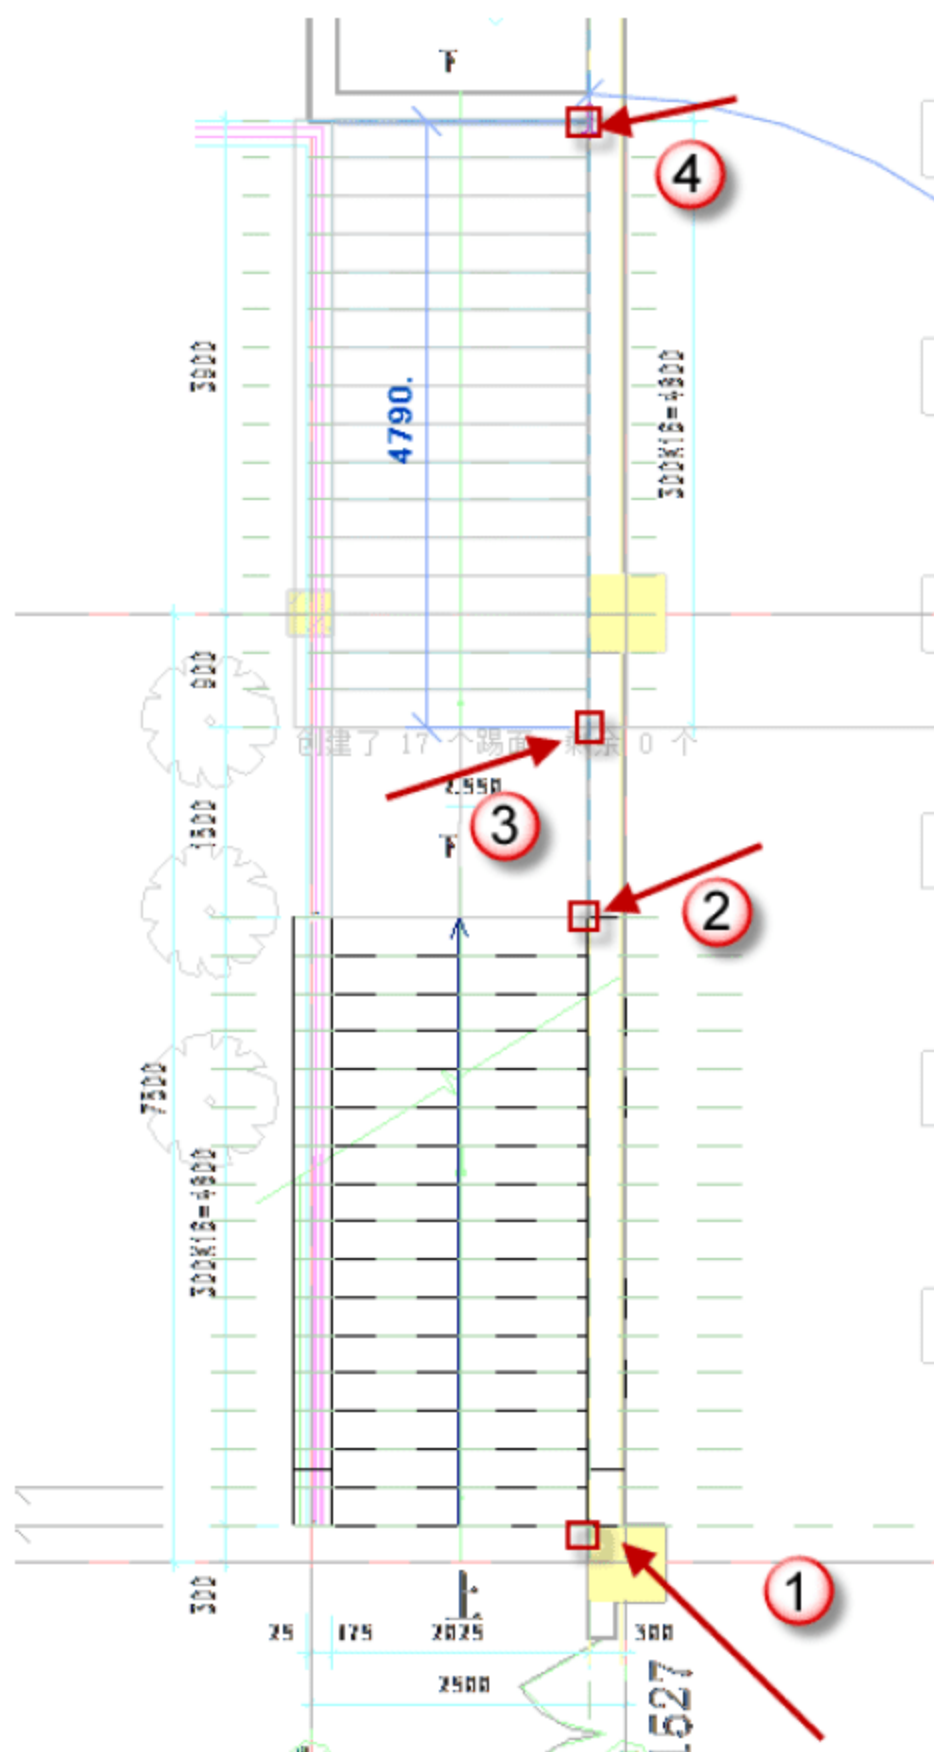
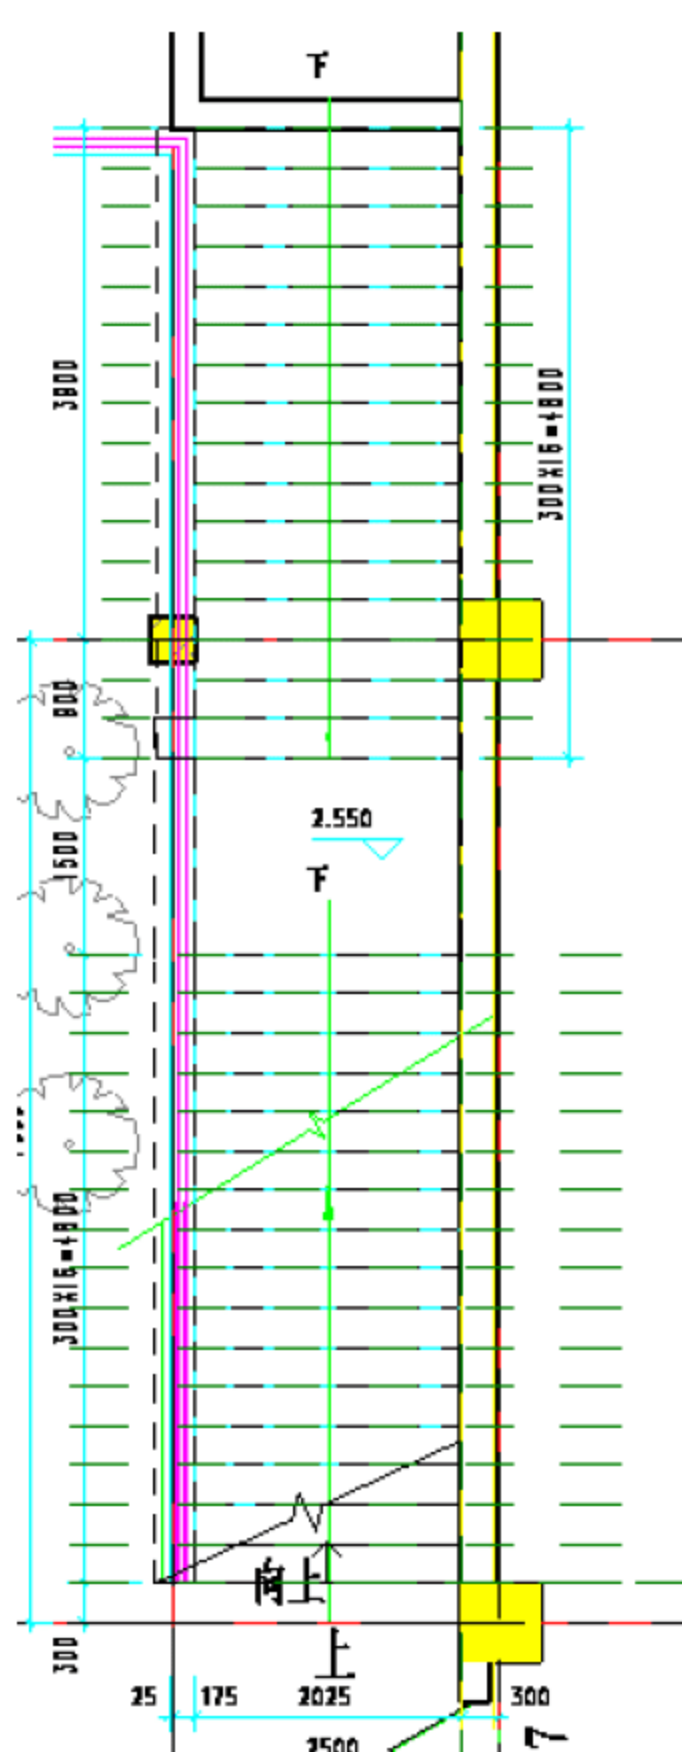
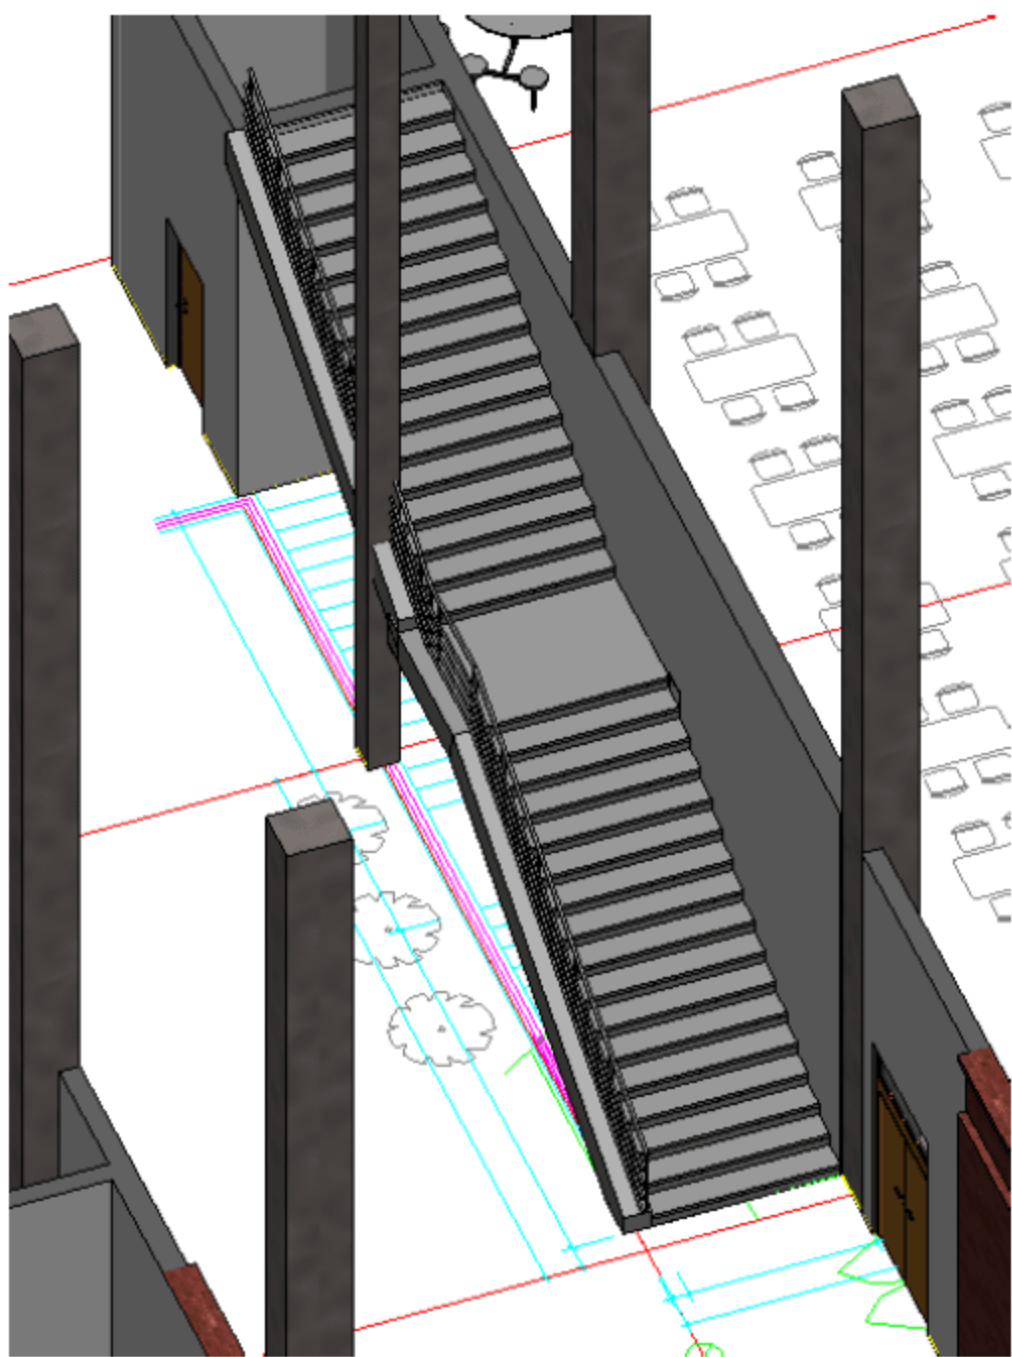

图 10.5.34 绘制梯段
图 10.5.35 楼梯绘制完成效果图
图 10.5.36 室外台阶 2 三维效果
(10) 绘制室外台阶 2 梯段。捕捉楼梯梯段的起始点“1”点沿竖直方向参照线向上绘制至梯段的终点“2”点；绘制楼梯第二梯段，捕捉到楼梯梯段的起始点“3”点沿竖直方向参照线向上绘制至梯段的终点“4”点，如图 10.5.34 所示。第二梯段绘制完成后会自动生成休息平台，然后选择楼梯右边部分的梯梁和栏杆，按快捷键 D+E，将楼梯右边部分的梯梁和栏杆删除掉，然后单击项目选项卡中的 √ 按钮即完成绘制，如图 10.5.35 所示。完成后楼梯三维效果如图 10.5.36 所示。